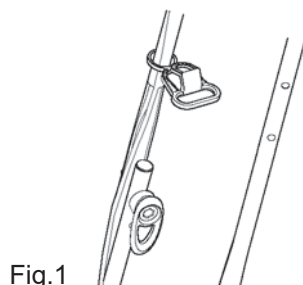

Fig.1
- > Enfilez le détenteur de câble (11) sur le guidon (10) (Fig.1).